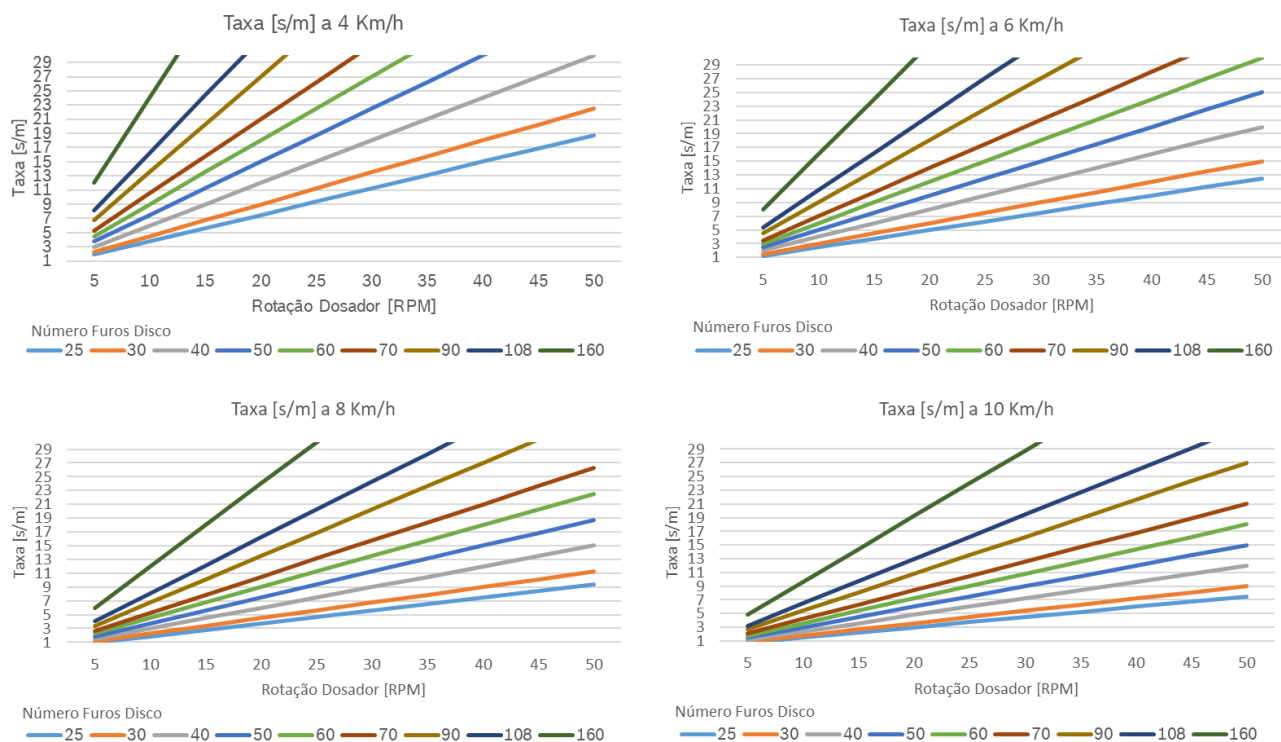

Figura 1 - Taxa de deposição de sementes
A taxa de deposição de sementes está diretamente relacionada à velocidade de deslocamento e número de furos do disco selecionado. Na Figura 1 é possível encontrar a taxa de aplicação de sementes por metro para as velocidades de plantio e discos mais usuais. Durante a configuração de um trabalho, item 2.12 o sistema informará se a taxa selecionada é compatível com a configuração da semeadora realizada no item 1.1. Alterando a velocidade de deslocamento ou o disco de sementes do dosador é possível adequar a taxa desejada as curvas de operação do sistema.